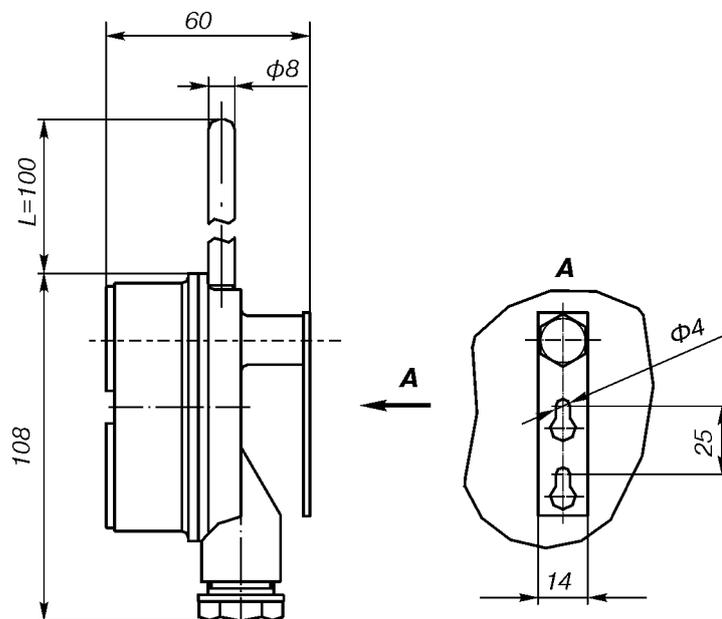

Рис.4.
**Назначение:** термопреобразователи сопротивления платиновые **ТСП 206 по рис.4** предназначены для измерения температуры воздуха в помещениях различного назначения.
| <p>1. Термопреобразователь сопротивленияТСП 206 НСХ 100П</p> <p>2. Код исполнения защитной арматуры*</p> <p>01* по рис.102* по рис.203* по рис.331 по рис.1а; 1б (только для сх.2х3)32 по рис.2а; 2б (только для сх.2х3)33 по рис.3а; 3б (только для сх.2х3)04* по рис.406* по рис.607* по рис.7</p> <p>3. Длина монтажной части, L, мм (табл.1, 2 и примечание; рис.4).</p> <p>4. Код класса допуска (табл.1, 2)</p> <p>А класс допуска АВ класс допуска В</p> | <p>5. Схема соединений (табл.1, 2)</p> <p>2 двухпроводная (только для 01, 31)3 трехпроводная4 четырехпроводная (для одного ЧЭ)</p> <p>6. Количество чувствительных элементов (ЧЭ)</p> <p>1 один ЧЭ2 два ЧЭ</p> <p>7. Код исполнения защитной арматуры по материалам (табл.3).</p> <p>8. Диапазон измеряемых температур (табл.1, 2)</p> <p>-50...150°C (только для рис.4)-50...200°C-50...500°C-200...500°C</p> <p>9. Климатическое исполнение (по ГОСТ 15150)</p> <p>У1.1ТЗ</p> <p>10. Обозначение метрологической проверки</p> <p>ГП проверка органами Ростехрегулирования.</p> |